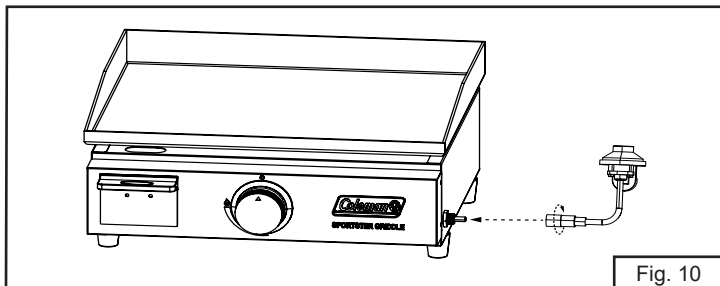

Fig. 10
8. Inserte el regulador de gas y el tanque (no incluido) en la tubería de gas de la plancha, luego gire el collar del regulador de gas en el sentido de las agujas del reloj para fijarlo a la tubería de gas (Fig. 10). NO invierta las roscas.